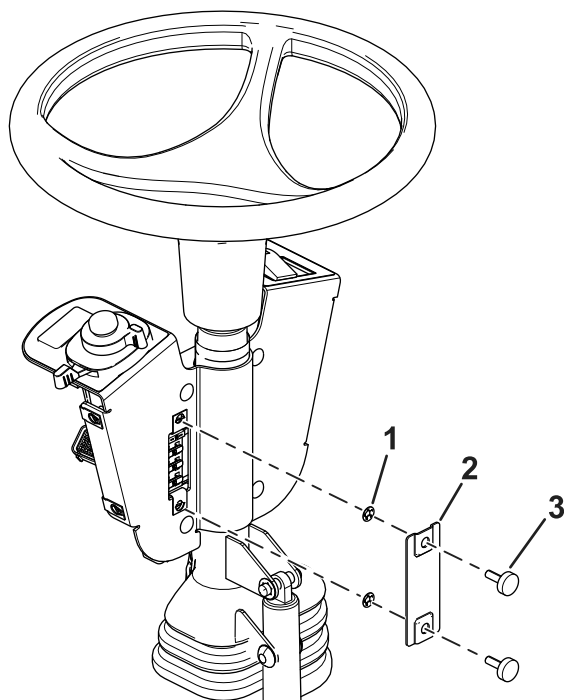

Figura 12
13. Instalai capacul siguranței pe suportul comutatorului folosind 2 uruburi i 2 piulie cu fixare prin apăsare (Figura 12).
Notă: Asigurați-vă că piuliile cu fixare prin împingere sunt instalate pe interiorul capacului siguranței (Figura 12).